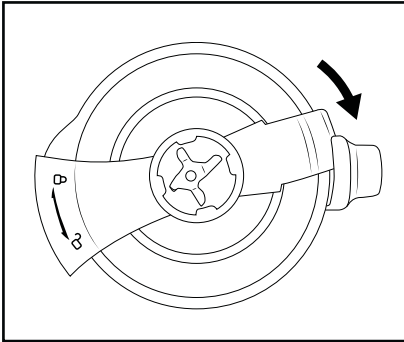

Fig. 3
- Gire el bloqueo de la tapa 14 90° en sentido horario (dirección ) para cerrarlo. El bloqueo de la tapa 14 quedará por un lado sobre la boquilla de vaciado y, por el otro, insertado en el asa de la batidora 15 (fig. 3).